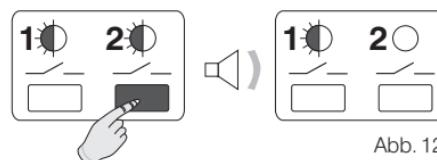

Abb. 12
- Die **Taste 2/–** gedrückt halten, bis ein einzelnes, akustisches Signal ertönt; dann die Taste wieder loslassen. **LED 2** leuchtet nicht und **Kanal 2** ist unabhängig vom **Master-Zeitthermostat** (Abb. 12).